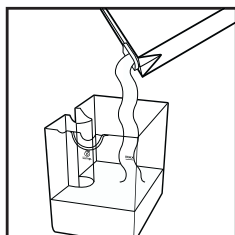

Рис. 2
- Снимите емкость для молока (11), также наполните её холодной водой до отметки MAX и установите её на место (рис. 2).